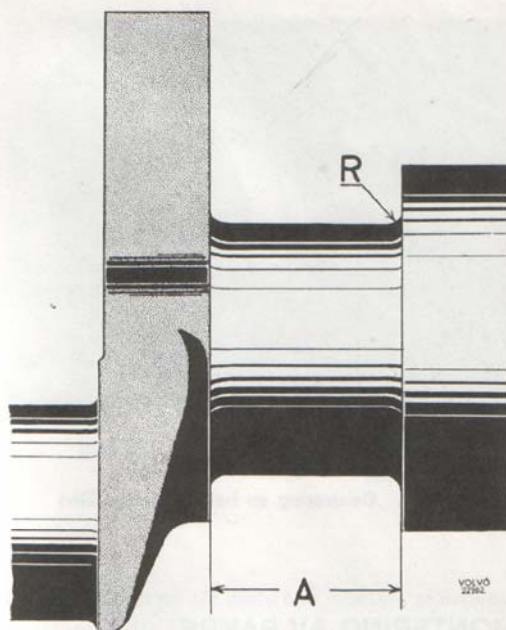

Bild 40. Lagertapp
Radierna vid tapparnas ändar skall vara 2,0–2,5 mm för samtliga tappar, se bild 40. Breddmättet (A) för styrlagret är beroende av tappens dimension och slipas så att rätt mått erhålles.